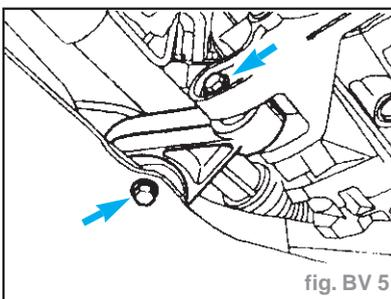

fig. BV 5
- Déposer le support moteur anti-couple (fig. BV 5).
- Poser le support moteur anti-couple (serrer à **48 N.m**) (fig. BV 5).